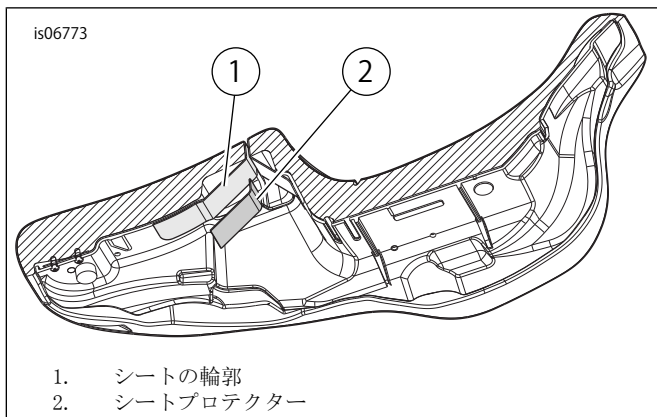

図4。シートの下側
13. 図4を参照してください。シートプロテクター(2)が覆う表面の形に細心の注意を払い、シートの輪郭(1)によりよく合うように、プロテクターをゆっくりと形成します。